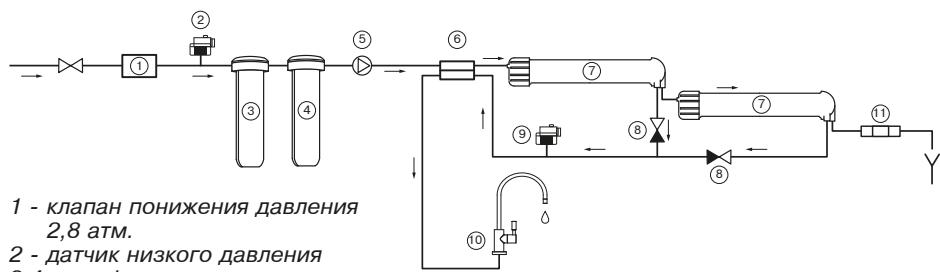

Рис. 1
- С помощью ключа открутите колбы префильтров поз. 3,4 на рис. 1. Для этого одной рукой придерживайте систему, другой поверните ключ.
- Отстыкуйте трубку от крышки корпуса мембраны (поз. 8 на рис. 1).